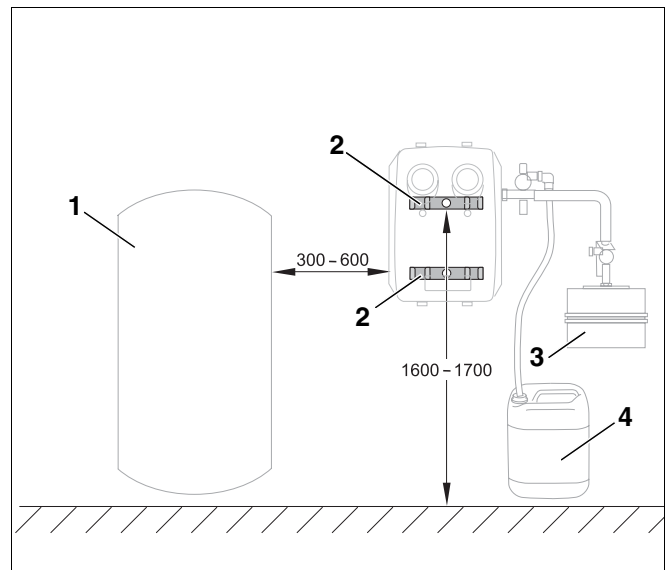

Fig. 5 Emplazamiento recomendado (dimensiones en mm)
Recomendamos montar el soporte superior para pared (fig. 5, **pos. 2**) a una altura de aprox. 1,6 – 1,7 m.